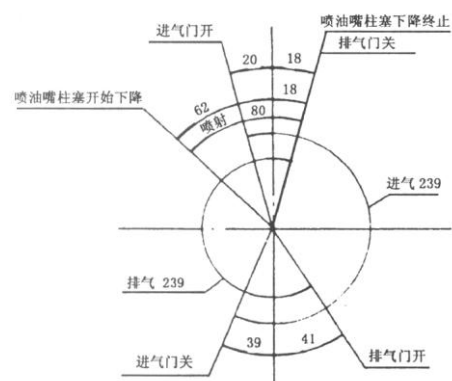

Рис. 5-3.
2. Фазовая голограмма распределения (см. рис. 5-3).